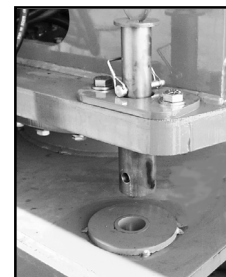

Abbildung 1: Sperrbolzen
Bezüglich Lage der Fahrwerks- und Arbeitsbühnen-Bedienelemente siehe Abbildung 1 bis 4.
3. Sicherungsbolzen zurückziehen. Siehe Abbildung 1.
Bezüglich Lage der Bedienorgane siehe Abbildung 1 und 2.